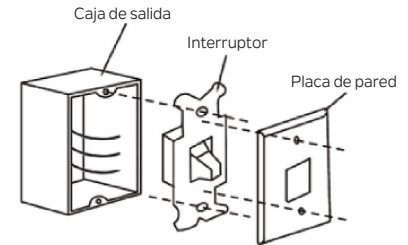

Figura 19
Paso 1. Retire la placa de pared existente y el interruptor de la caja de salida de pared. Desconecte los cables del interruptor existente. (Figura 19)